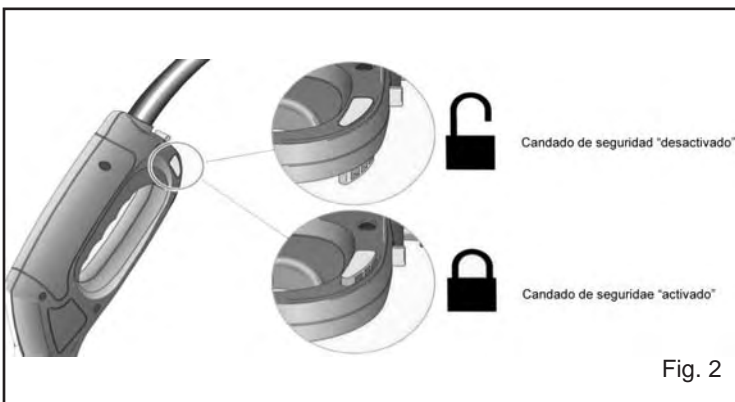

Fig. 2
- Libere el candado de la pistola, si está bloqueada. (Fig. 2)